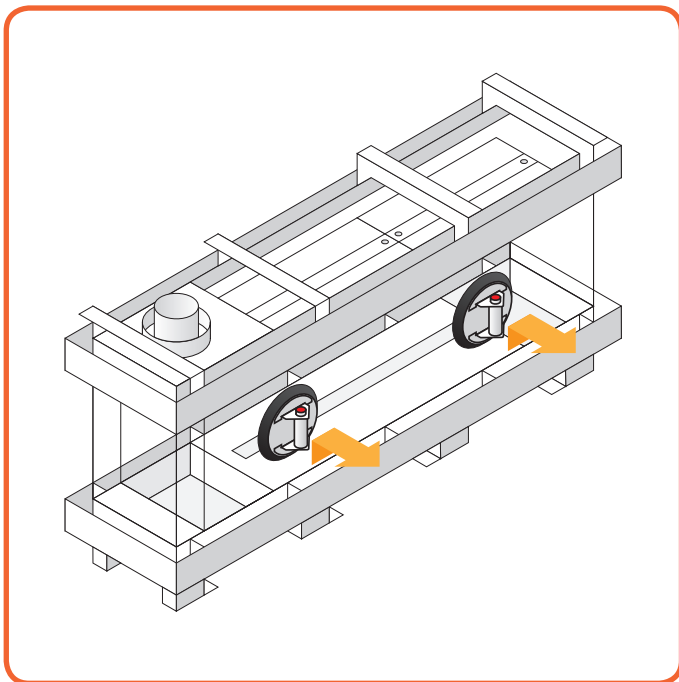

Figure 10.18 - Retirer la longue vitre latérale
- Soulevez légèrement la vitre et sortez-la du foyer en l'inclinant à travers l'ouverture. (**Figures 10.18 et 10.19**)